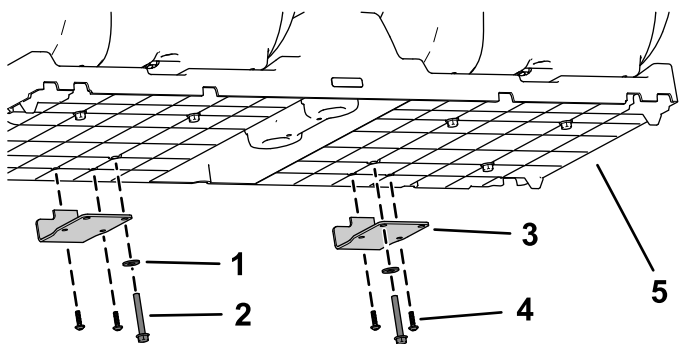

图8
1. 用之前卸下的 4 个梅花头螺丝、2 个凸缘头螺栓和 2 个垫圈将 2 个座椅铰链支架安装到座椅底座组件上 图8。